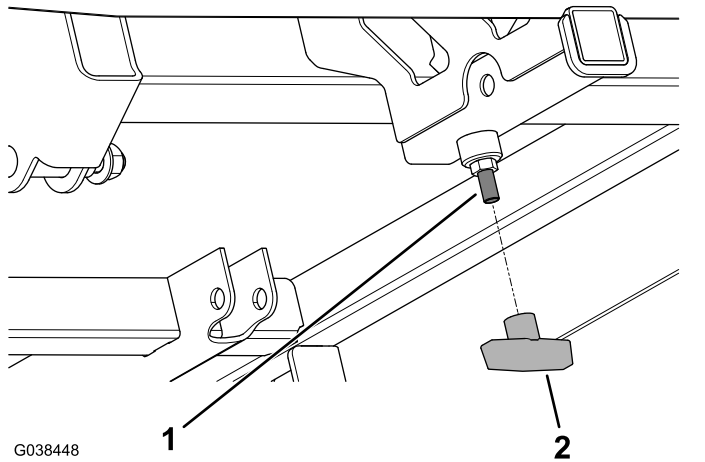

Bild 9
- 7. Setzen Sie den T-Griff auf die Halbrundschraube auf (**Bild 9**).